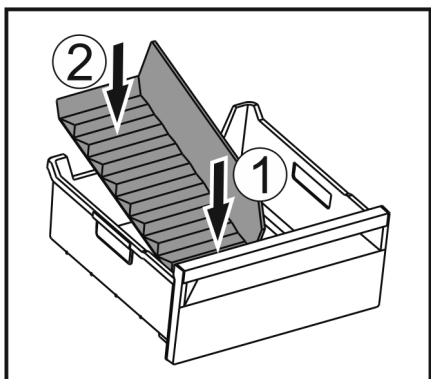

Fig. 184
- Sæt den forreste del af frostrumsadskilleren i. Fig. 184 (1)
- Sæt den bageste del af frostrumsadskilleren ned i skuffebunden. Fig. 184 (2)